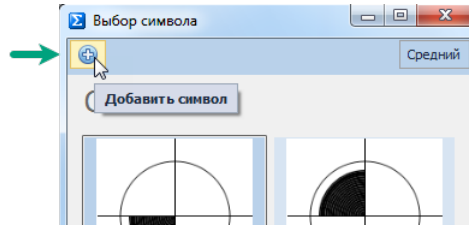

Рис. 352 Создание символа
- Если в списке символов нет подходящего, создайте его самостоятельно. Для этого перейдите в редактор графических символов и нажмите  в окне «Выбор символа», см. Рис. 352.